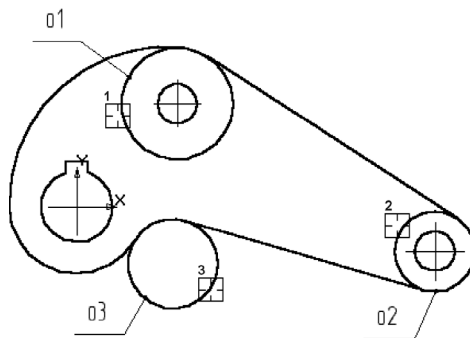

Рис. 27.11. Удаление участков окружностей
2. Последовательно укажите курсором подлежащие удалению участки окружностей (курсоры 1, 2 и 3 на рис. 27.11).